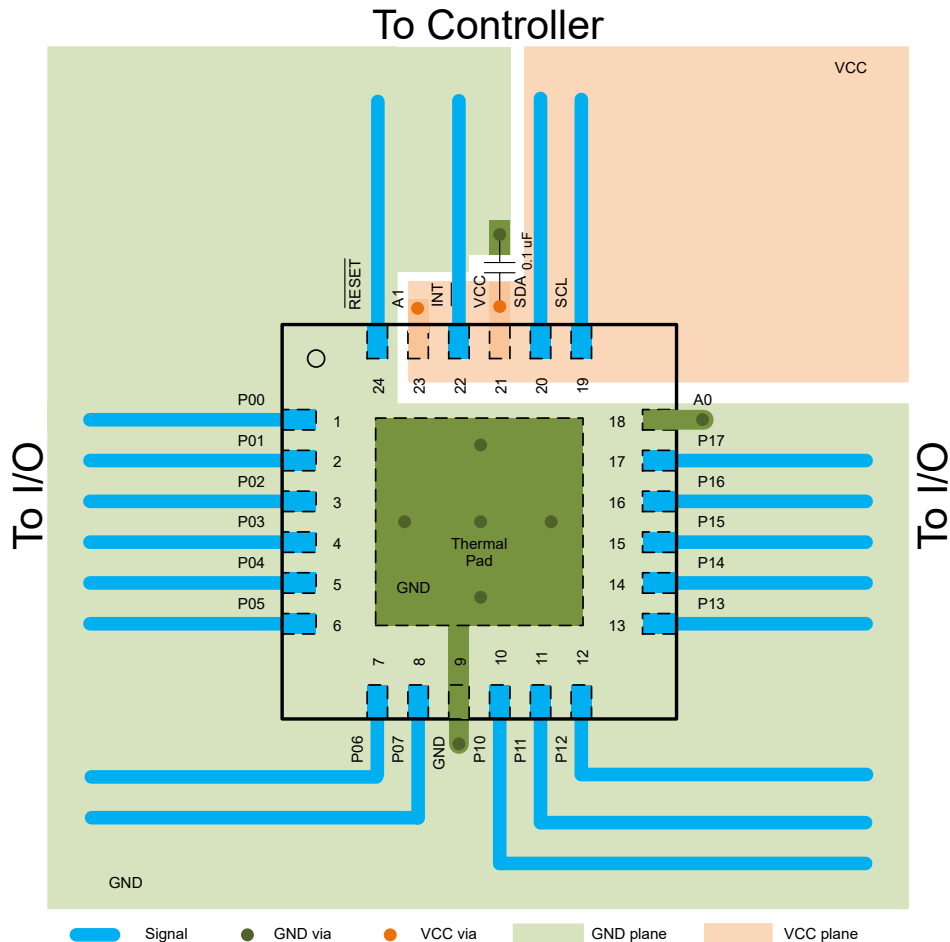

图 8-9. TCAL6416 布局
在所有 PCB 布局中，最佳实践是避免信号布线呈直角，在离开集成电路 (IC) 附近时让信号布线呈扇形彼此散开，并使用较粗的布线来承载通常会经过电源和接地布线的更大的电流。旁路电容器和去耦电容器通常用于控制电源引脚上的电压。使用较大的电容器可在出现短暂的电源干扰时提供额外电能，而使用较小的电容器可滤除高频纹波。这些电容器应尽可能靠近 TCAL6416。图 8-9 展示了这些最佳实践。
对于图 8-9 中提供的布局示例，可以将顶层用于信号布线，将底层用作电源和地 (GND) 的分割平面，从而打造只有 2 层的 PCB。但是，对于信号布线密度更大的电路板，最好使用 4 层电路板。在 4 层 PCB 上，通常在顶层和底层上进行信号布线，将一个内部层专门用作接地平面，并将另一个内部层专门用作电源平面。在使用平面或分割平面作为电源和接地平面的电路板布局布线中，通孔直接放置在需要连接到电源或 GND 的表面贴装元件焊盘旁边，并且通孔以电气方式连接到内部层或电路板的另一侧。如果需要将信号走线排布到电路板的另一侧，也要使用通孔，但图 8-9 中未演示该技术。